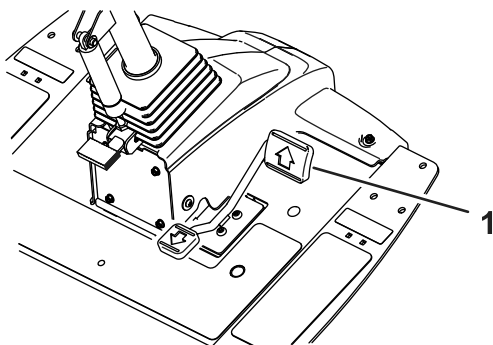
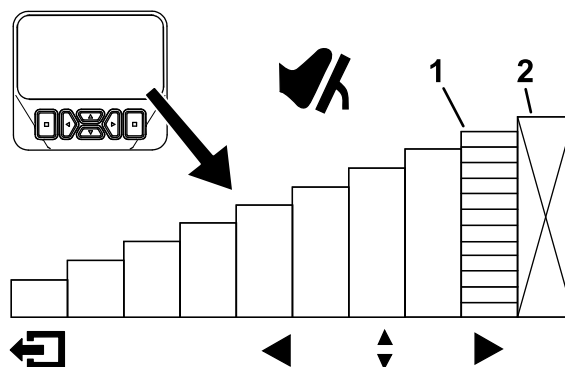

Figura 28
Figura 29
Para establecer temporalmente la velocidad máxima de la máquina, pise el pedal de tracción a fondo hacia adelante (Figura 28). Puede establecer una velocidad independiente para los intervalos de siega y transporte (Figura 29).
- Para acceder a esta función, pulse el botón de navegación Arriba o Abajo desde la pantalla principal (Figura 29).